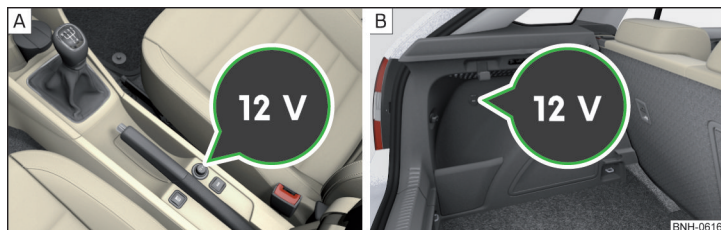

Fig. 92 Capacul prizei de 12 V: în consola centrală față / în portbagaj
- Pentru **utilizare**, scoateți capacul prizei » fig. 92 - [A], respectiv deschideți capacul prizei » fig. 92 - [B].